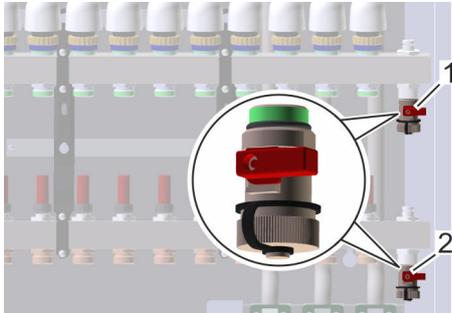

Abb. 84: Befüll- und Entleerhähne
1. ➤ Einen Eimer unter die Befüll- und Entleerhähne (Abb. 84/1–2) halten.